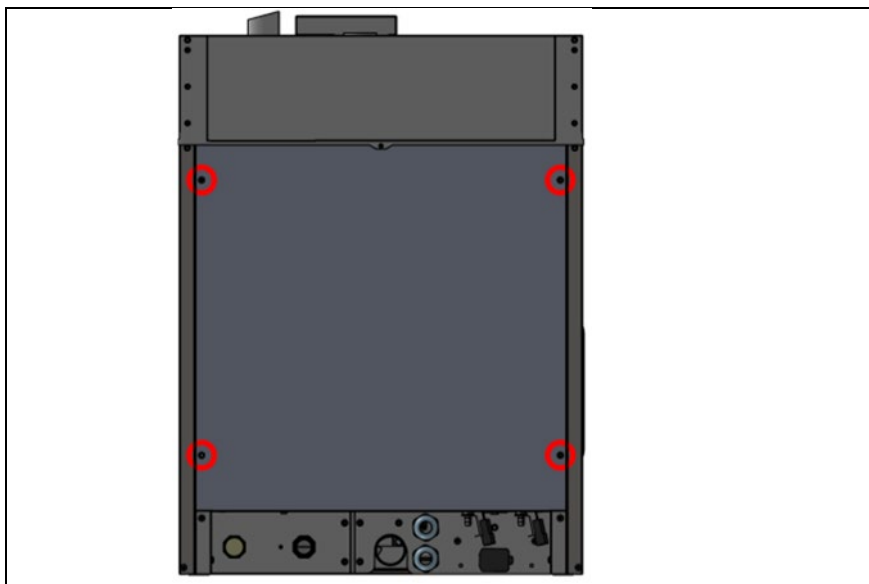

Abb. 2: Demontage Geräteückwand
1. Demontage der gekennzeichneten Schrauben zum Abnehmen der Geräteückwand. (Abb. 2)